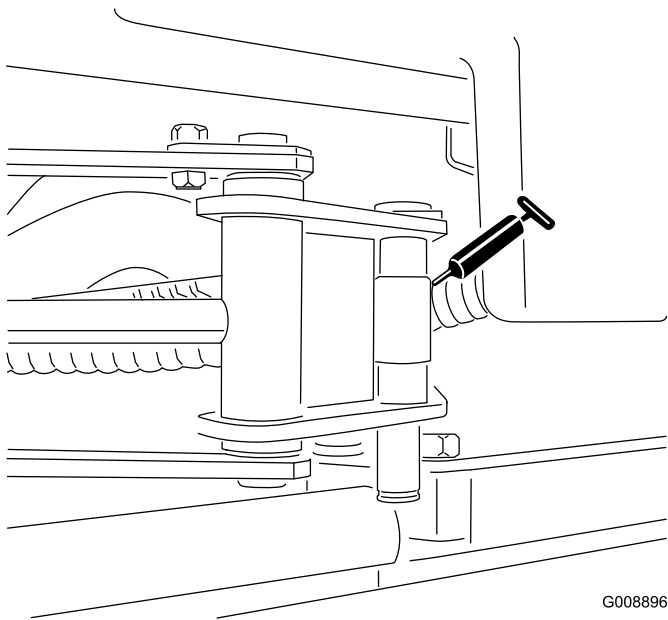

Figure 49
- Extrémités du vérin de SideWinder (2 ; modèle 03170 uniquement) (Figure 49)